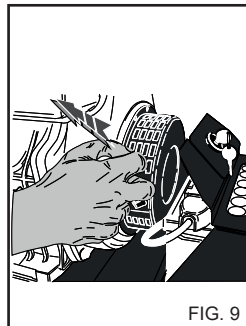

FIG. 9
Можно запустить двигатель при помощи пускового троса с самонамоткой. Для выполнения этой процедуры см. руководство на двигатель. (рис. 9)
1) Для сохранения окружающей среды мы рекомендуем использовать моющие средства в разумных пределах (рис. 9), согласно инструкциям на упаковке.